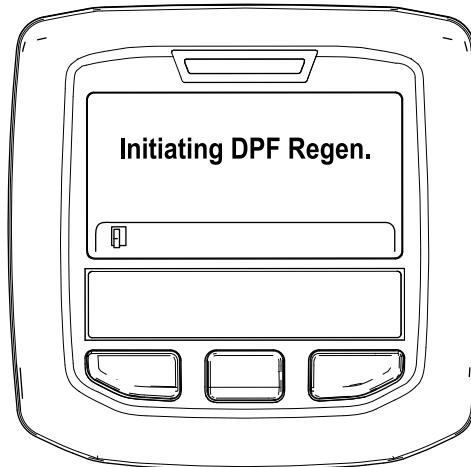

Figura 31
- Viene visualizzato il messaggio "Inizializzare Rigen. FAP" (Figura 31).